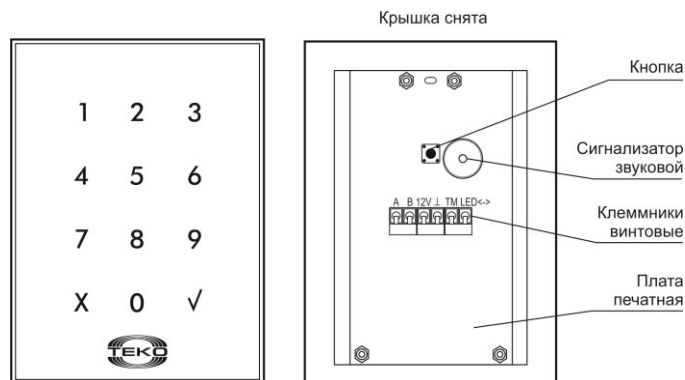

Рисунок 1
Настоящее руководство по эксплуатации предназначено для изучения принципа работы, правильного использования, хранения и технического обслуживания сенсорной клавиатуры «Астра-КТМ-С» (далее **клавиатуры**) (рис. 1). Изготовитель оставляет за собой право без предупреждения вносить изменения, связанные с совершенствованием клавиатуры. Все изменения будут внесены в новую редакцию руководства по эксплуатации.
**5.4** Внутри блока смонтирована печатная плата с радиоэлементами и клеммниками винтовыми для внешних подключений (рис. 1).